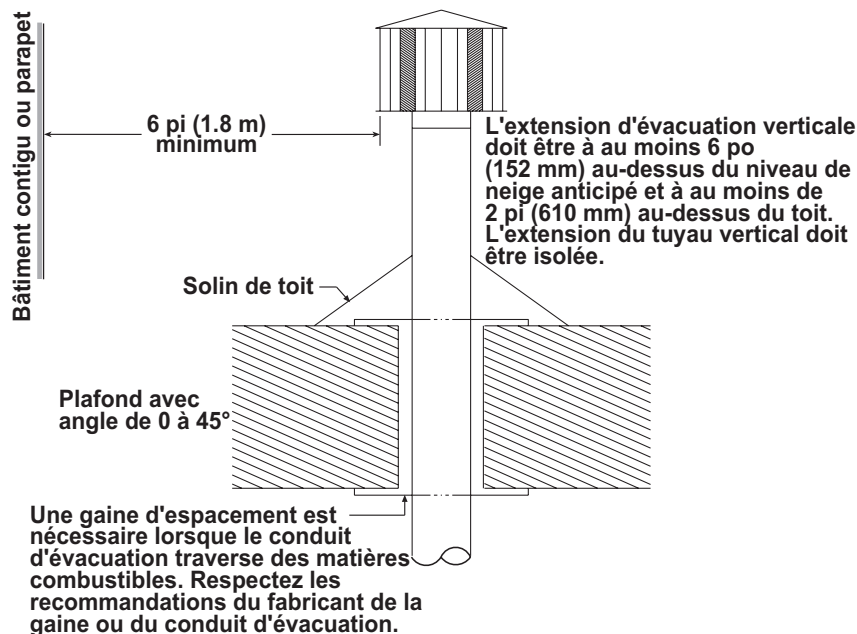

Figure 7. Terminal d'évacuation vertical—tronçon d'évacuation à simple paroi ou de catégorie III et terminal à simple paroi
- **Terminal de l'évent** : Le capuchon d'évent (voir Figure 7, Figure 8, Figure 9, ou Figure 10) doit être de la même taille que le tuyau d'aération (le tuyau d'aération a un diamètre de 4 ou 6 pouces). Pour une stabilité optimale dans des conditions de vent, utilisez un capuchon d'évent approuvé par le fabricant. Le tuyau terminal d'aération peut être à paroi simple ou à double paroi (type B). Vérifiez les codes locaux pour connaître les exigences relatives aux terminaux à double paroi. Si un tuyau à double paroi est utilisé dans le terminal de ventilation avec un conduit de ventilation à paroi simple, suivez les instructions ci-dessous pour fixer le capuchon d'évent et pour connecter le tuyau à double paroi au conduit de ventilation à simple paroi.